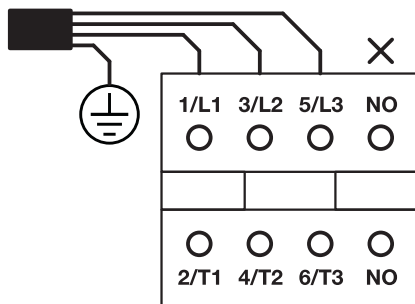

Рис. 1
- Для питания компрессора с 3-х фазным подключением к сети 400 В к монтажной коробке пускателя компрессора следует подвести 3 фазных провода и подключить их к соответствующим 3-м входным клеммам 1/L1, 3/L2 и 5/L3. При этом нейтральный провод («ноль», «нейтраль») подключать не следует. Кабель заземления (GND, «земля») следует подключить к соответствующей клемме на корпусе монтажной коробки пускателя компрессора. (см. рис. 1 «Подключение»)